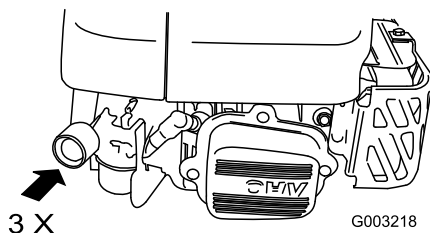

Bild 18
1. Drücken Sie die Kaltstarthilfe dreimal kräftig mit dem Daumen, halten Sie die Kaltstarthilfe jeweils für eine Sekunde gedrückt (Bild 18).